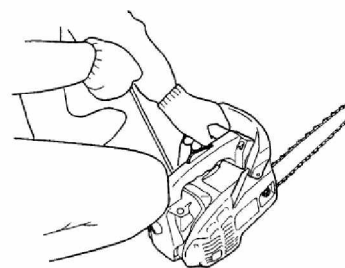

Рис. 8.
4. Надежно удерживая бензопилу на поверхности земли, резко потяните за рукоятку тросика ручного стартера. **См. Рис. 8.**